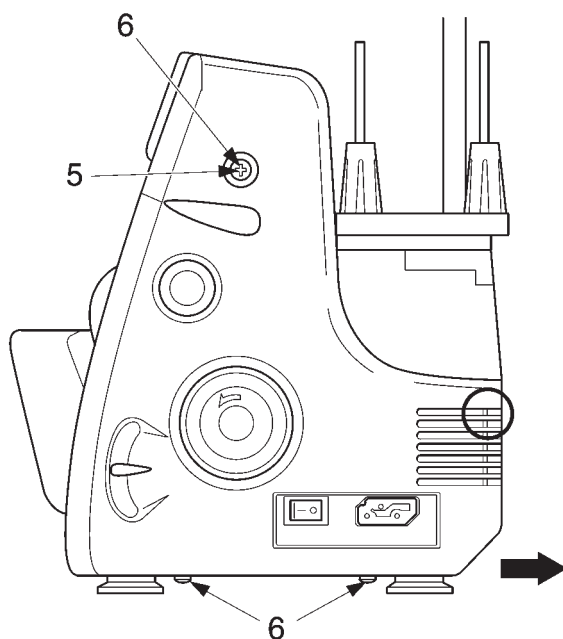

Рис. 7
- Снимите малую заглушку 5 крышки двигателя (рис. 7).